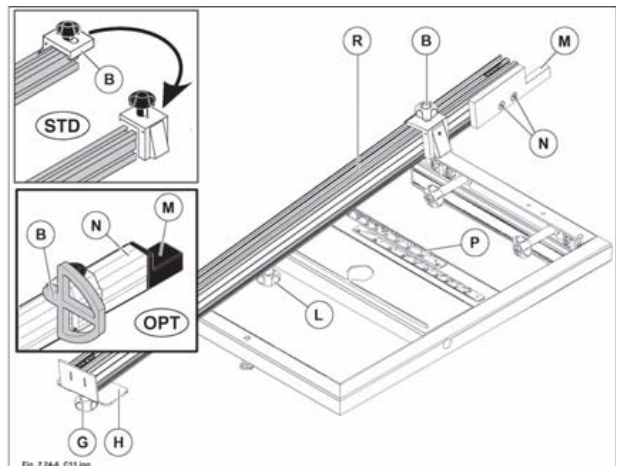

Fig. 7.24-6
- Per effettuare tagli obliqui sui pannelli, svitare il pomello (L fig. 7.24-6) per cambiare posizione alla riga (R fig. 7.24-6).
- Per l'uso posizionare la riga facendo riferimento alla targhetta (P fig. 7.24-6) e serrare il pomello (L fig. 7.24-6).
la riga è dotata di una estensione estraibile a canocchiale (H fig. 7.24-6) la quale se necessita si può allungare dopo aver allentato il pomello (G fig. 7.24-6).
Quando il paraschegge (M fig. 7.24-6) si usura, avvicinarlo alla lama sega allentando le due viti (N fig. 7.24-6). La riga telescopica viene fornita con le battute (B fig. 7.24-6). Queste si possono velocemente posizionare, per lavorazioni in appoggio o in spinta, sfilandole dalla riga per rimontarle dal lato opposta della stessa.
Quando il paraschegge (M fig. 7.24-6) si usura, avvicinarlo alla lama sega allentando il grano (N fig. 7.24-6). La riga telescopica viene fornita con le battute (B fig. 7.24-6). Queste si possono velocemente posizionare per lavorazioni in appoggio o in spinta semplicemente ribaltandole.